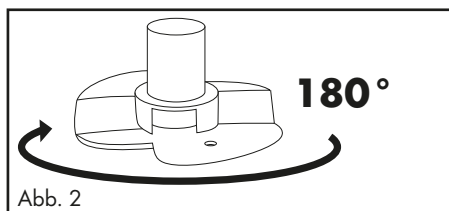
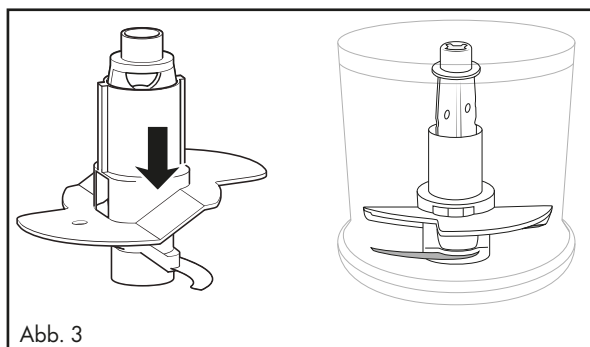

Abb. 2
Abb. 3
- Für 200 ml Sahne drehen Sie die Emulgierscheibe **10** horizontal um  $180^\circ$  (Abb. 2), so dass diese nur noch auf einem Messer **7** aufliegt und einrastet (Abb. 3). Sie pflügt dann höher durch die Sahne: